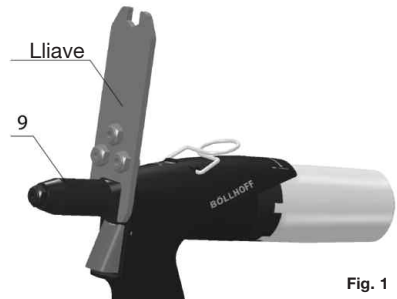
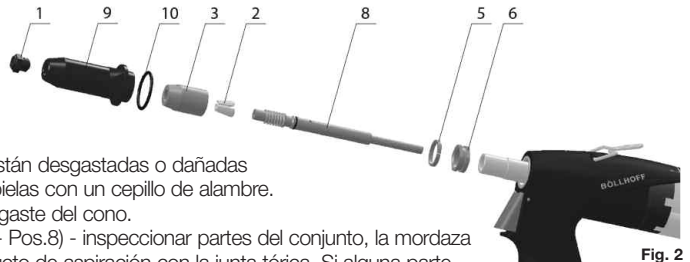
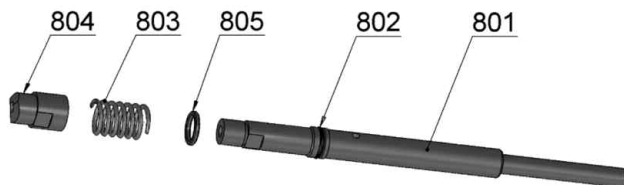

Fig. 1
Fig. 2
Fig. 4
Desarmado /fig.1 and fig.2/:
- Desenrosque la boquilla (fig.1 pos.9) por medio de una llave.
- Retire el anillo (fig.2 pos.5) desde el hueco de la tuerca trasera (fig.2 pos.6).
- Sujete con la llave no. 17 el manguito de sujeción (fig.2 pos.3).
- Sujete con la llave no. 17 la tuerca trasera (fig.2 pos.6) y afloje. Cuidado de no dañar la tuerca (pos. 6) en el desbloqueo.
- Desenrosque el manguito de sujeción, sustituya la mordaza (fig.2 pos.2) y conducto de aspiración completo con el muelle y con las mordaza de empuje (fig.2 pos.8).
- 1) Mordazas (fig.2 – pos.2) - Si están desgastadas o dañadas cámbielas, si están sucias límpielas con un cepillo de alambre.
- 2) Boquilla (fig.2 – pos.1) - El desgaste del cono.
- 3) Conducto de aspiración (fig.2 - Pos.8) - inspeccionar partes del conjunto, la mordaza impulsora, el muelle y el conducto de aspiración con la junta tórica. Si alguna parte está dañada o desgastada, desmóntela (fig.4) y reemplácela por una nueva.
- 4) Nariz (fig.2 - pos.9) - comprobar los daños de la superficie interna (Ø 20).
- 5) Anillo (fig.2 - pos.5) - si está dañado o desgastado, cámbielo por uno nuevo.
- 6) Depósito de vástagos (fig.2 - pos.32) - si el depósito de vástagos o su base están desgastados o dañados, sustituirlos por otros nuevos, de lo contrario existe el peligro de que el vástago se desgarre estallando hacia fuera.
Montar las piezas en orden inverso. En la superficie exterior de las mordazas (fig.2 - pos.2) aplicar una gota de aceite lubricante. Aplique una fina capa de lubricante plástico (se recomienda MOGUL LV2-3) al conducto de aspiración (fig.2 - pos. 8). La configuración básica de las mordazas se realiza de acuerdo a la figura 3.
Conducto de aspiración (fig.2 – pos.8)